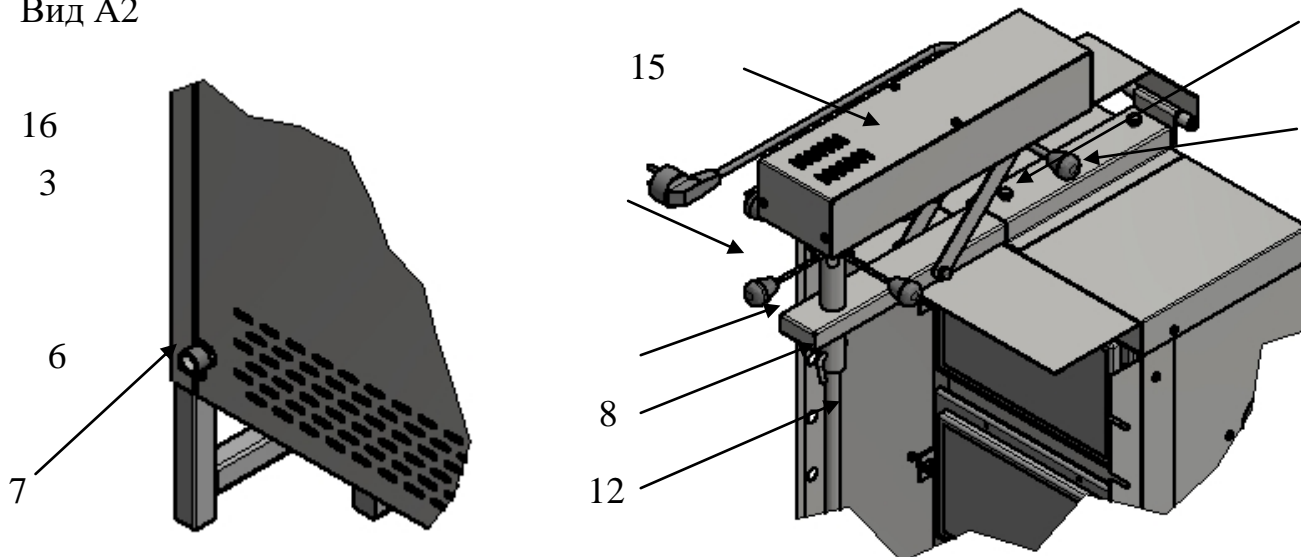

Рис. 1
5.1. Основные части изделия указаны на Рис. 1 и перечислены в Таблице 3.
5.2. Принцип работы шавермы заключается в том, что мясное филе, приготовленное по особому рецепту, нанизывают на круглый шампур. Он вращается автоматически при помощи блока мотор – редуктора (Рис.1, Поз. 15) около газовых горелок до его готовности. Прожаренный слой мяса срезают остро заточенным ножом и используют для приготовления блюда.
5.3. Скорость приготовления мяса регулируется газовым краном (Рис.1, Поз. 14), изменяя подачу газа к горелкам, изменяем температуру газовых горелок. Скорость приготовления мяса также зависит от изменения расстояния между
шампуrom с мясом и газовыми горелками. Это расстояние изменяется с помощью консоли (Рис.1, Поз.6) и винтов (Рис.1, Поз. 2).
- 7.1. Готовое для жарки мясное филе нанизывают на шампур круглый (Рис.1, Поз.12), на котором предварительно установлен зажим-подставка(Рис.1, Поз.11), закрепленная фиксатором. Нанизывать мясные пластины необходимо таким образом, чтобы получить по возможности цилиндрическую форму.
- 7.2. Шампур с «мясным цилиндром» устанавливают вертикально на фиксатор с прижимом (Рис.1, Поз.4) и крепят фиксатором (Рис.1, Поз.8) к ручке (Рис.1, Поз.3) (в связи с тем, что данный вид мотора имеет мощность 12вт, загрузка мяса более 25 кг не рекомендуется).
- Поджечь фитиль и поднести его вплотную к газовой горелке, нажать и открыть газовый кран (Рис.1, Поз.14) против часовой стрелки на максимальную подачу газа, газовая горелка должна загореться, удерживать кран примерно 20 секунд, после чего установить краном необходимую температуру приготовления продукта.
7.5. Опустить блок мотор – редуктора (Рис.1, Поз.15) на шампур, поместив держатель привода до упора и нажать кнопку включения мотора.
7.7. По мере прожаривания слоя мяса, его срезают остро заточенным ножом. Куски мяса падают на решетку (Рис.1, Поз.17) установленную в поддон (Рис.1, Поз.10), оттуда они извлекаются и используются для приготовления блюда «Шаурма».
7.8. Для приготовления шашлыка установите витые шампуры (Рис.1, Поз.9) с мясом на держатели.
- Повернуть газовый кран (Рис.1, Поз.14) по часовой стрелке до упора в положение – закрыто. После этого завернуть до упора кран на газовом баллоне.